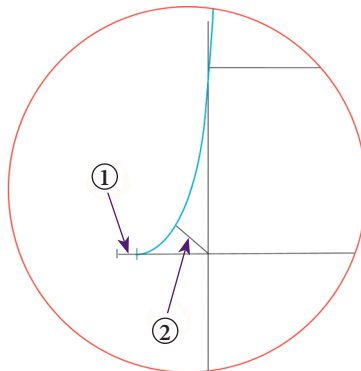

Рис. 3
- ① На конце линии сидения отметьте участок прямой линии (см. с. 16) длиной 1 см.
- ② На биссектрисе между линией середины переда и линией сидения (угол 45°) отложите 1–2 см (см. рис. в круге ниже). Затем, используя лекало, проведите кривую (синяя линия на рис. 3), соединяя следующие точки: точка конца прямого участка (1), точка на конце биссектрисы и точка на линии бедер.